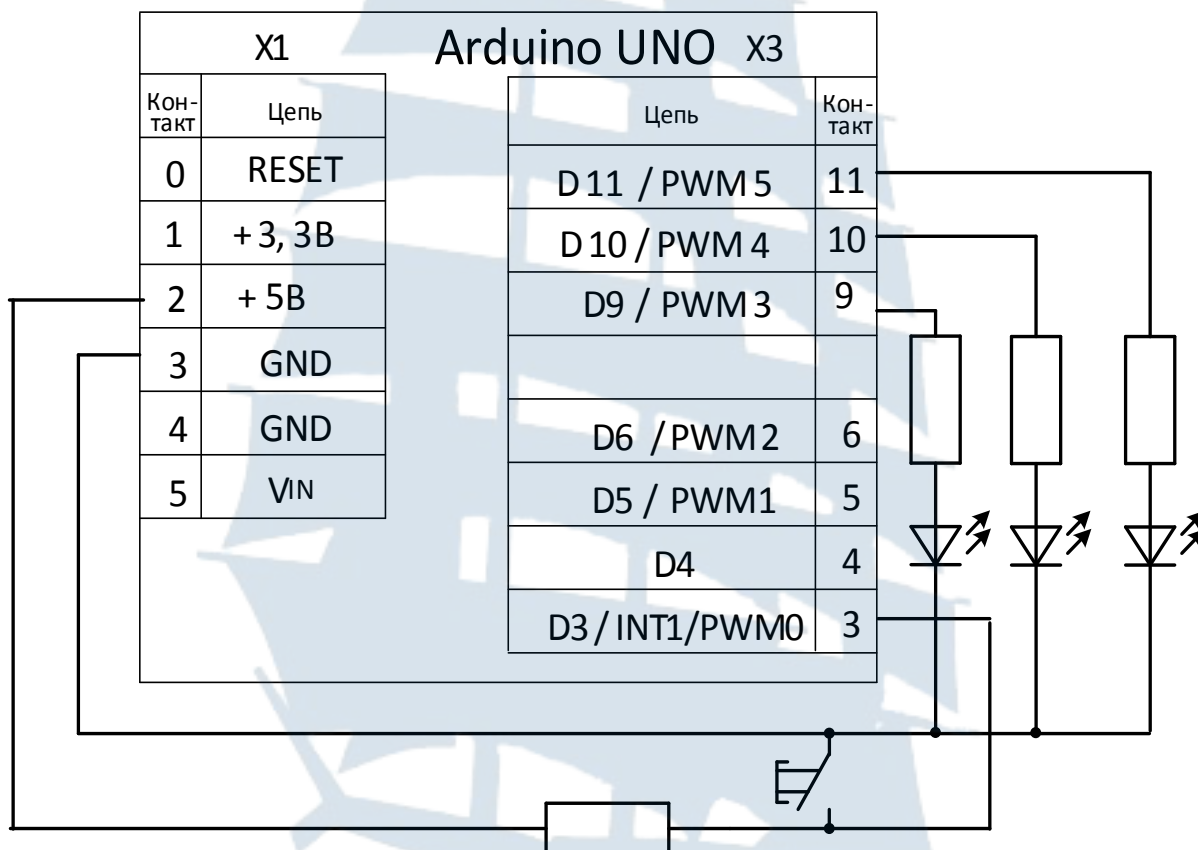

Рис. 2.7. Схема управления тремя светодиодами
6. Собрать схему управления тремя светодиодами (рис. 2.7). Для лучшей наглядности выберите светодиоды трех цветов: красного, зеленого и синего (R, G, B). Номиналы резисторов такие же, как и в предыдущем примере.
7. Собрать схему, отображающую с помощью трех светодиодов уровень напряжения на входе, для чего соберите схему, представляющую собой комбинацию схем, показанных на рис. 2.7. и 3.1.